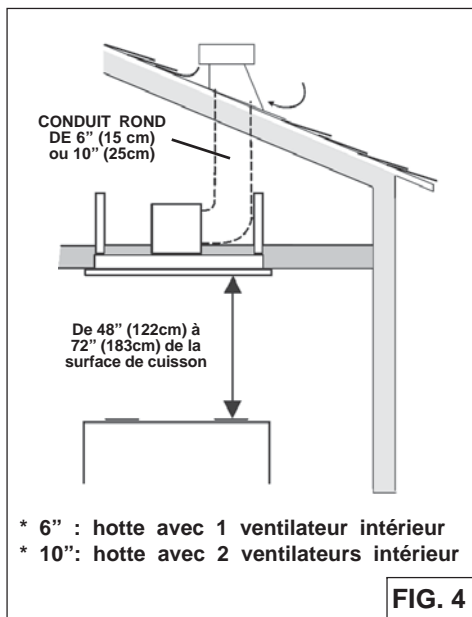

FIG. 4
2. Utiliser un objet tel qu'un tournevis ou un stylo, placer délicatement dans l'ouverture de centre dans le bas de la télécommande et pousser vers l'intérieur pour déloger l'écran tactile haut du corps à distance (Fig. 4).
4. Installez un couvercle sur le toit ou au mur. Reliez un tuyau en métal rond au couvercle et faites-le aller jusqu'à l'emplacement de votre hotte. Utiliser du ruban adhésif pour sceller les joints entre les sections de conduits (Fig.4).